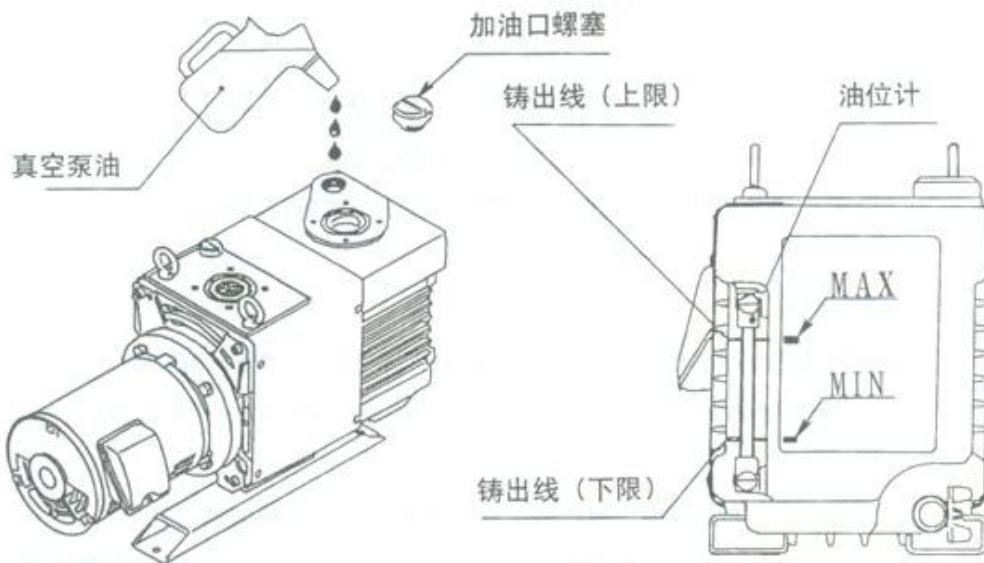

图2 加油及油量指示图
(1) 确认油量 (参照图2)
在使用过程中，油面应保持在两条油位指示线之间（用泵外壳上的铸出线 and 标牌上的上、下限表示）。（参考图2）